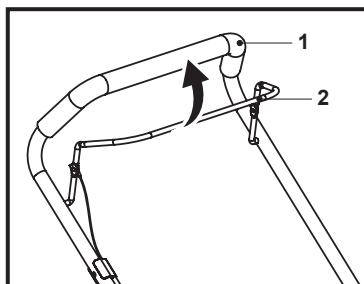

Fig. 10
1. Tirer le levier de frein (2) vers l'arrière et le maintenir contre le guidon (1) lors du démarrage du moteur. Maintenir le levier dans cette position pendant l'utilisation (Fig. 10).
2. Relâcher le levier de frein (2) pour arrêter le moteur.
1. Tirer le levier de frein (2) vers l'arrière et le maintenir contre le guidon (1) (Fig. 10).